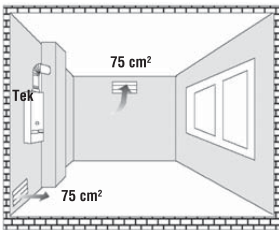

Рисунок 9
Минимальный объем помещения составляет 12 м³ и в нем имеется 2 постоянно открытых вентиляционных отверстия с минимальной рабочей площадью 75 см² или одно постоянно открытое вентиляционное отверстие с минимальной рабочей площадью 150 см². (Рисунок 9)
- Вентиляционные отверстия могут быть выполнены в окне или в стене. При наличии двух вентиляционных отверстий верхнее должно располагаться как можно ближе к потолку, минимальная высота которого от пола должна составлять мин. 180 см, а нижнее должно располагаться как можно ближе к полу. (Рисунок 9)